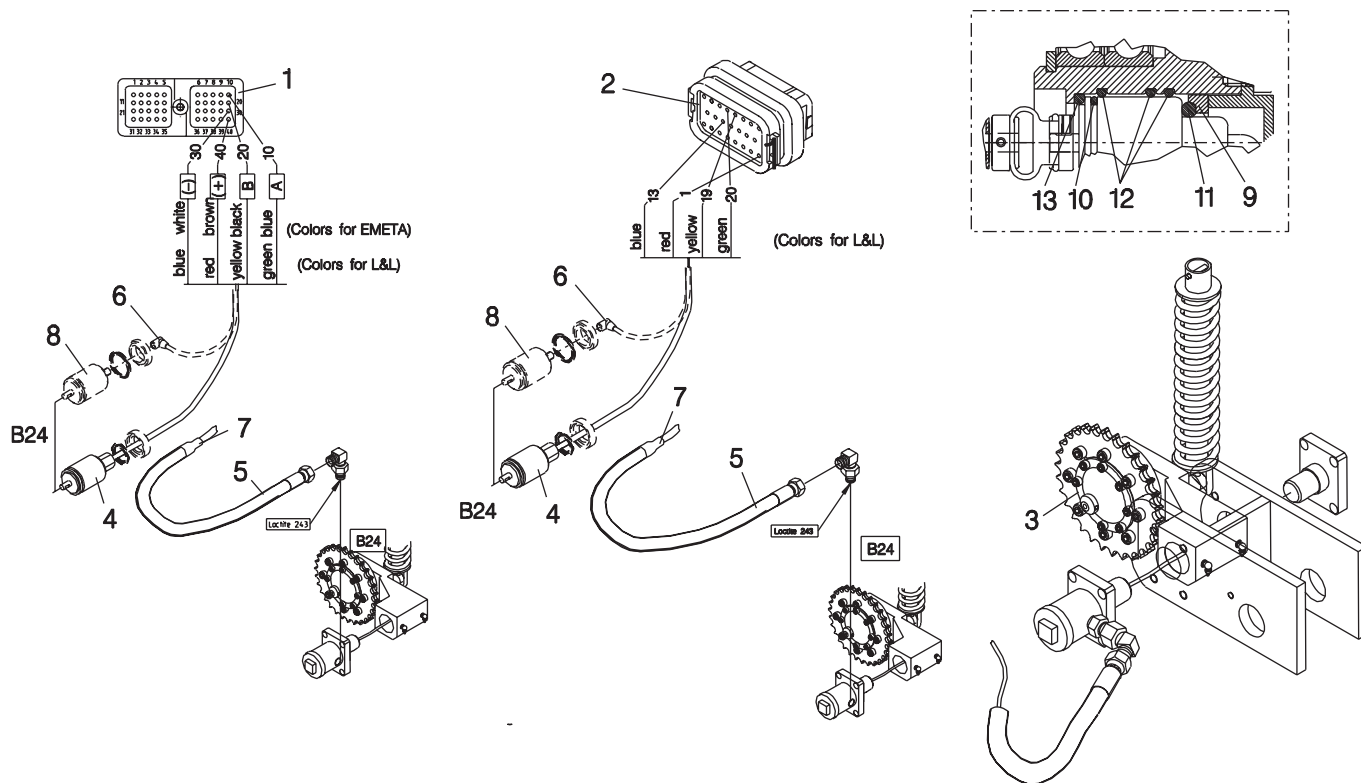

Fig. 2.
8. Täta skyddslangens ände (pos. 7, bild 2) med krympbelägg eller vulkaniserad tejp.